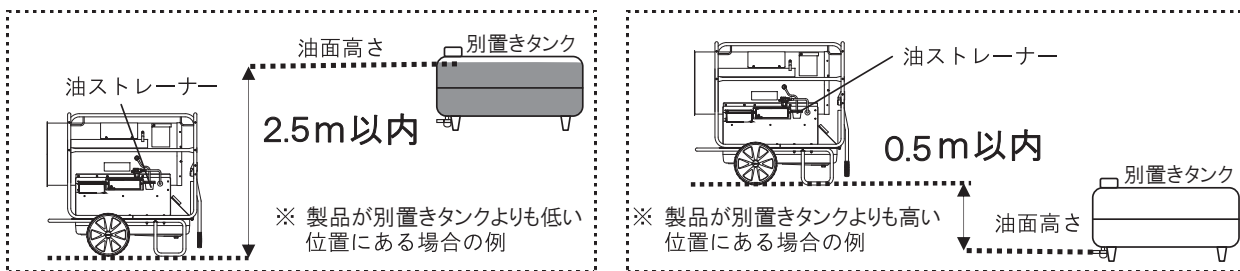

図3-4-2 製品と別置きタンクの好ましくない設置位置の例
2. 別置きタンクは油面の高さが図3-4-2のように本体が置かれている地面から2.5m以上高い位置、0.5m以上低い位置にならないように注意して設置してください。